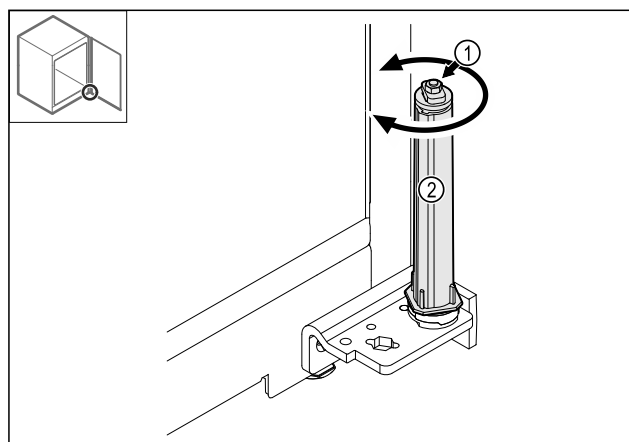

Fig. 41
- Schroefverbinding Fig. 41 (1) van het sluitsysteem niet demonteren.
- Sluitsysteem Fig. 41 (2) draaien, tot deze vastklikt.